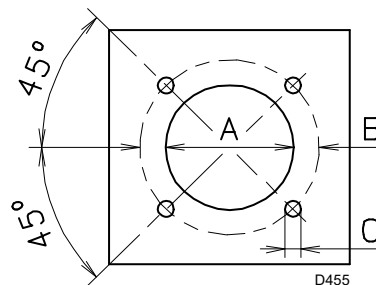

Fig. 14
Percer la plaque de fermeture de la chambre de combustion comme sur la Fig. 14 (Tab. J) La position des trous filetés peut être tracée en utilisant l'écran thermique fourni avec le brûleur.
- Introduire tout le brûleur sur le trou de la chaudière, précédemment prédisposé, (Fig. 14), et le fixer avec les vis fournies de série.